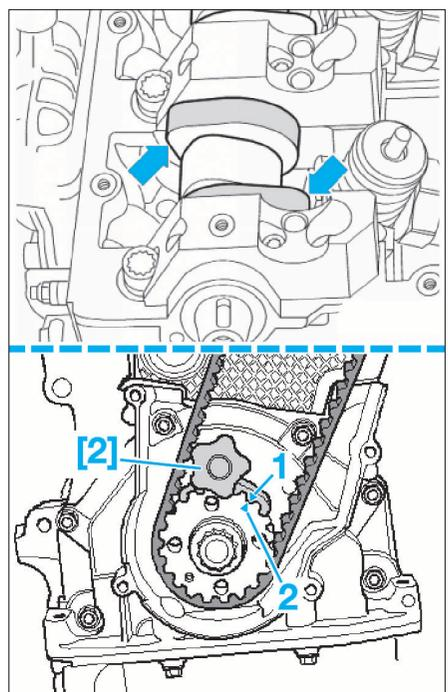

FIG. 61
- [2]. Outil de blocage de vilebrequin (ref. T10100) (Fig.61).
**!** Sur l'arbre à cames, les cames du cylindre n° 1 (coté distribution) doivent être orientées uniformément vers le haut (flèches). Pour le vilebrequin, son pignon doit pouvoir être bloqué par l'outil [2] avec les repères (1) et (2) l'un en face de l'autre (Fig.61).